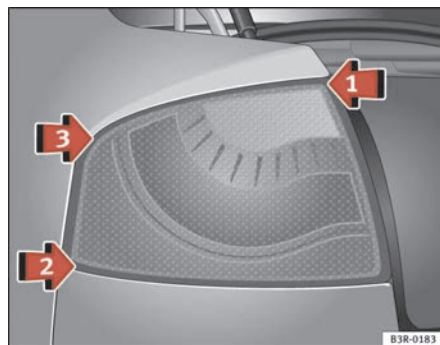
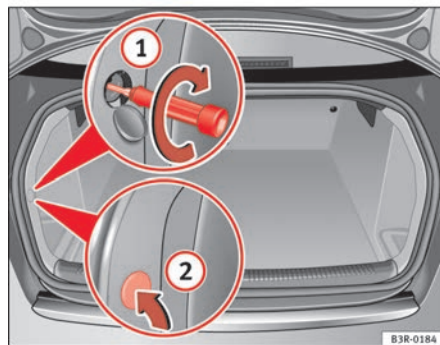

Fig. 212 Montaggio del fanale di coda
Fig. 213 Bagagliaio: posizione della vite di fissaggio del gruppo ottico posteriore
- Sistemare il fanale di coda nella sua conca cominciando dal punto ⇒ fig. 212 freccia ①.
- Premere quindi il fanale di coda nella sua conca prima nel punto ② e poi nel punto ③, finché le clip non si trovano ben fisse nei supporti in gomma.
- Premere leggermente dall'esterno il fanale di coda e fissarlo dalla parte del bagagliaio con la vite ⇒ fig. 213 ①.
- Riapplicare la copertura ② del rivestimento interno.